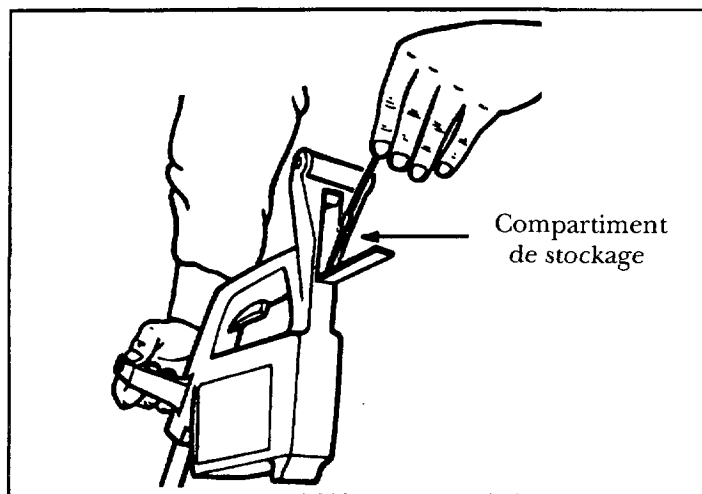

Figure 5
5. Stocker les recharges de fil de coupe de réserve dans le compartiment prévu à cet effet à l'arrière de l'appareil. Voir Fig. 5 dans la section "ENTRETIEN ET STOCKAGE".
7. Garder la réserve de recharges de fil de coupe dans le compartiment prévu à l'arrière de l'appareil. Fig. 5.